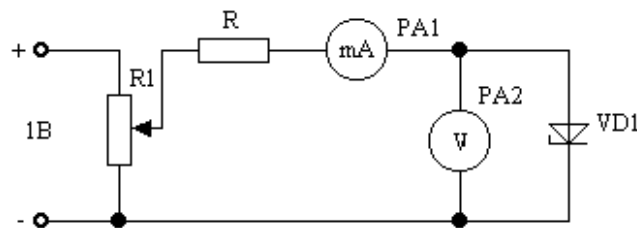

Рисунок 2.1- Схема для зняття прямої вольт-амперної характеристики кремнієвого стабілітрона
На рис. 2.1 та 2.2 наведені схеми для зняття прямих та зворотних ВАХ кремнієвого стабілітрона.
1. Зібрати схему відповідно до рис. 2.1 та зняти прямі ВАХ для кімнатної та підвищеної температур.